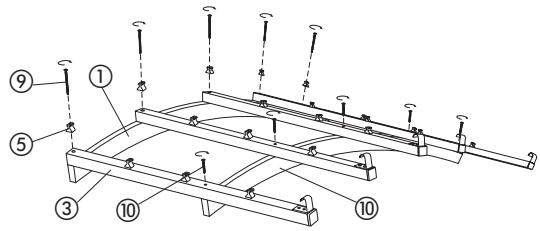

Рис. 4
- При помощи винтов ⑩ прикручиваем рейки ③ к дуге ② (Рис.4).
- При помощи винтов ⑨ вместе с верхней защёлкой ⑤ прикручиваем рейки ③ к околостенной дуге ① (Рис. 4).